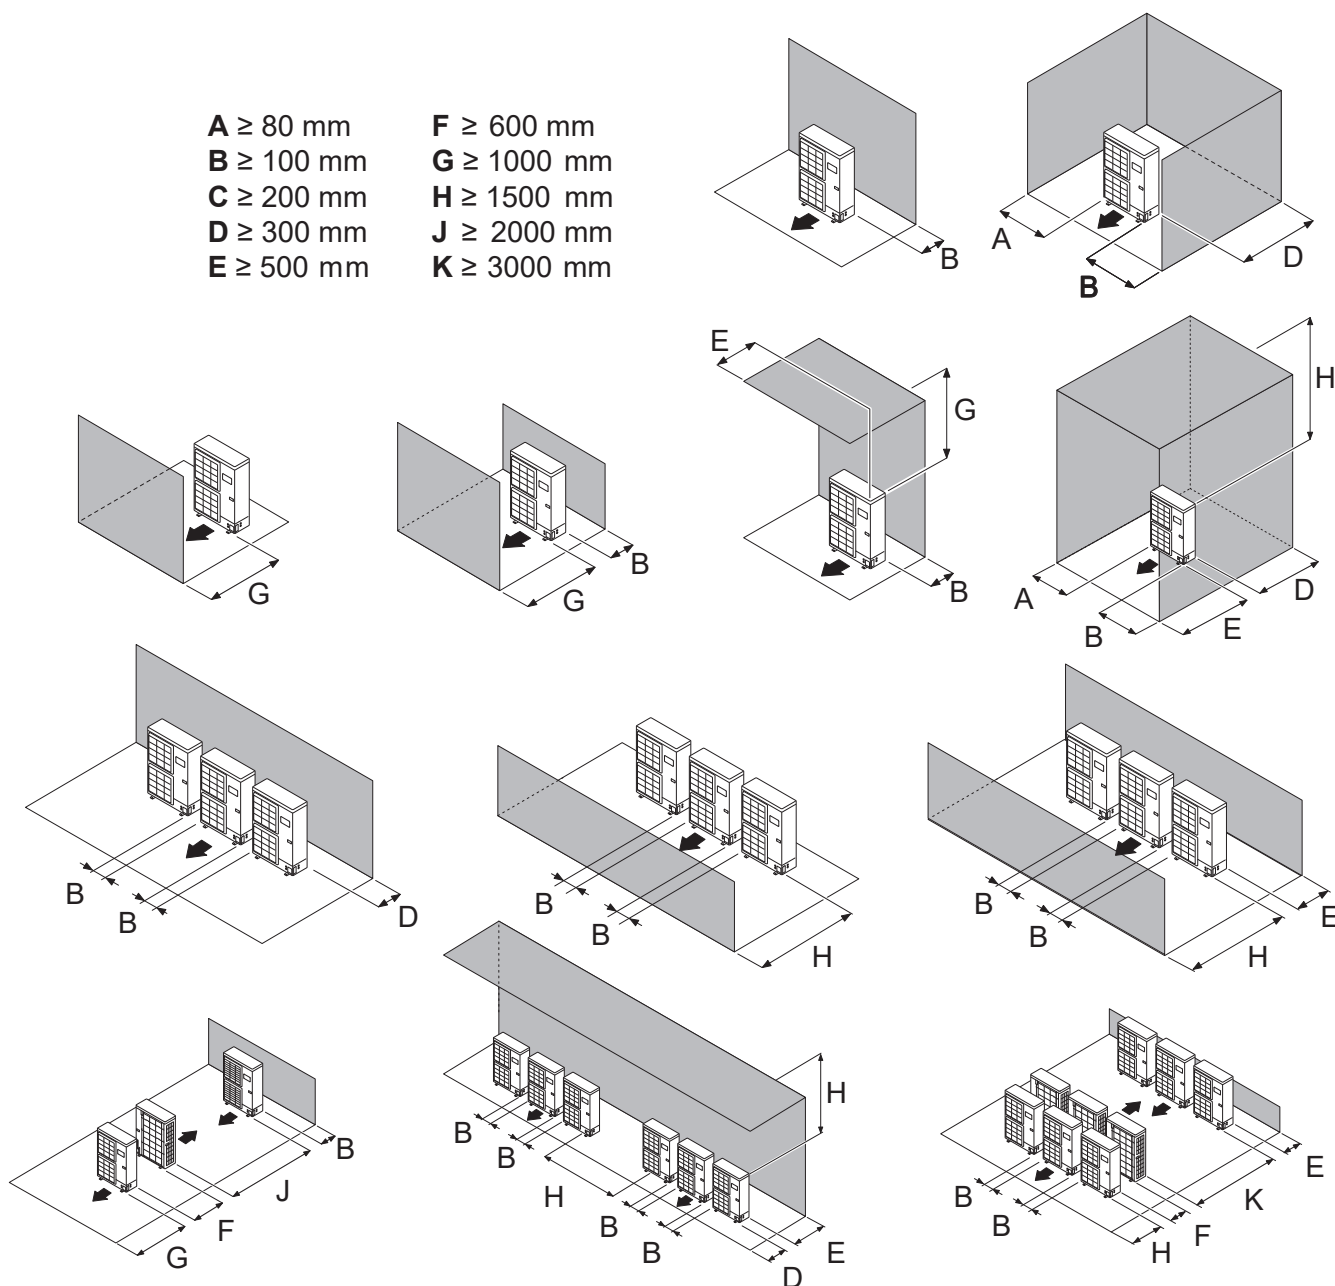

Abb. 13 - Installationsmindestfreiräume um die Außeneinheit (alle Modelle)
- Die Luftzirkulation durch den Verdampfer und am Ventilatorausgang darf durch nichts behindert werden (Abb. 13).